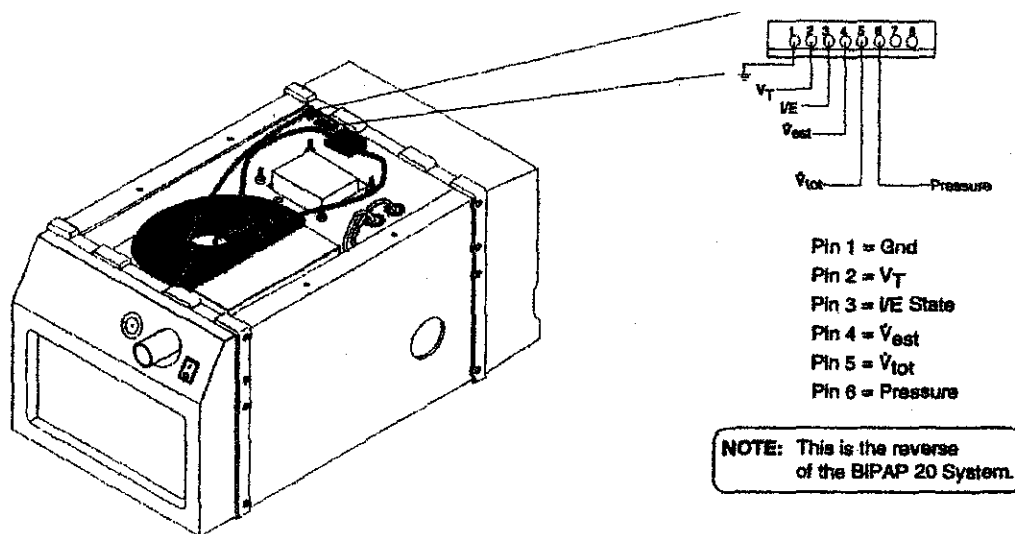

Abbildung 1
- Der Testaufbau mit den entsprechenden Meß- und Hilfsmitteln ist in Abb. 1 dargestellt.